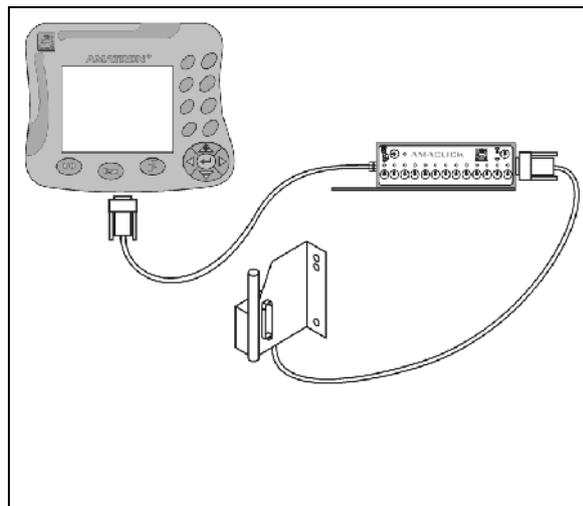

Fig. 134
- ohne Multifunktionsgriff entsprechend Fig. 134.